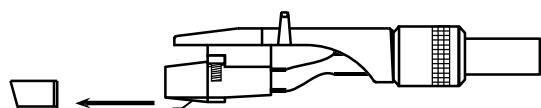

Fig. 6
Das mitgelieferte Tonabnehmersystem ist mit einem Nadelenschutz ausgestattet, der für den Betrieb und für einige Einstellarbeiten abgenommen werden muss. Bitte ziehen Sie den Nadelenschutz vorsichtig nach vorne ab (Bild 6). Wird der Plattenspieler nicht benutzt, sollte der Nadelenschutz wieder aufgesetzt werden.
- Stellen Sie den Antiskating-Drehknopf (17) auf 0.
- Entfernen Sie den Nadelschutz des Tonabnehmersystems (Bild 6).
- Lösen Sie die Tonarmverriegelung (12), indem Sie den Verriegelungshebel nach rechts schieben.
- Justieren Sie das Tonarmgegengewicht (7) durch Drehen so, dass der Tonarm schwebt, also weder nach unten sinkt, noch nach oben steigt.